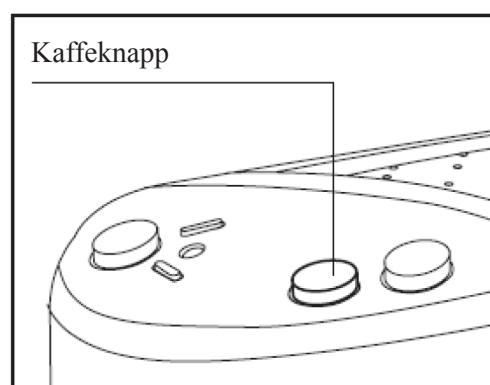

Fig. 13
- Tryck på knappen för kaffe (Fig.13).